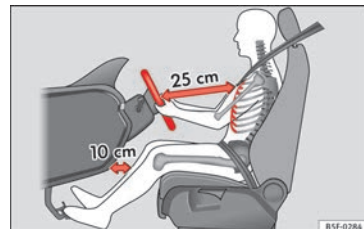

Fig. 72 Distância correta entre o condutor e o volante.
- Ajustar o volante de modo a que a distância entre o volante e o tórax seja de pelo menos 25 cm » **Fig. 72.**
- Regule o banco do condutor de modo a assegurar uma distância mínima de 25 cm entre o tórax e o centro do volante » **Fig. 72.** Se essa distância for inferior a 25 cm, o sistema de airbags não poderá protegê-lo convenientemente.